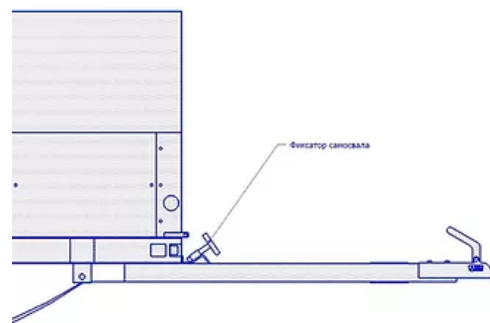

Рис. 7. Функция самосвал
- раскрутите фиксаторы самосвала (Рис.7);